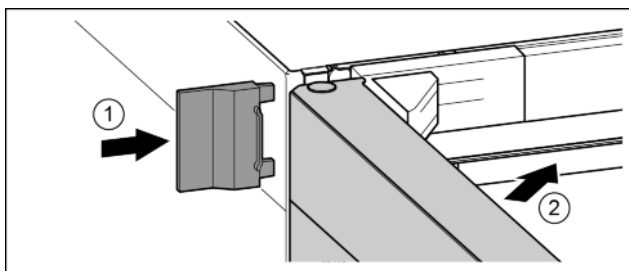

Fig. 20
- ▶ Wsunąć zewnętrzną osłonę. Fig. 20 (1)
- ▶ Zamknąć górne drzwi. Fig. 20 (2)